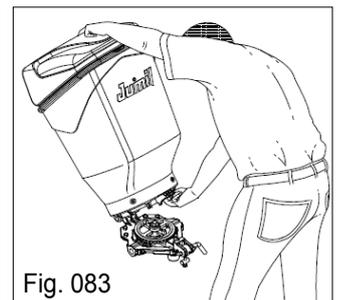

Fig. 083
- Retire o depósito inclinándolo para frente e puxando para trás (Fig. 083).